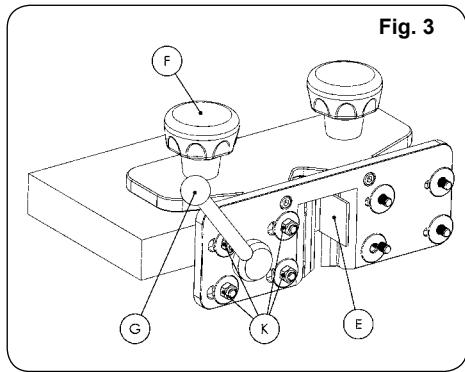
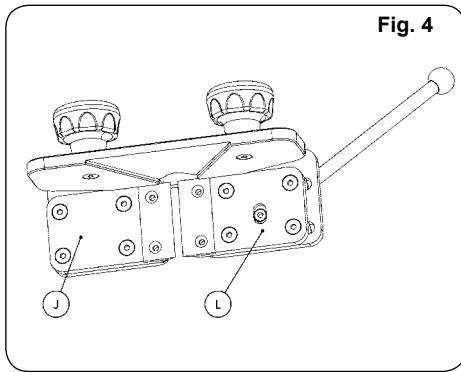

Fig. 3
Fig. 4
Abra las cuchillas accionando la palanca y coloque el retestador sobre el canto del tablero, de modo que la cinta sobrante (E Fig. 3) pase entre las cuchillas. Sujete el retestador con una mano en el pomo correspondiente (F Fig. 3), contra la cara del panel y con la otra accione adelante, de forma suave e uniforme, la palanca (G Fig. 3) para conseguir el corte al ras. Vigile para no dañar el canto durante esta operación.
Para sustituir las cuchillas MD basta con extraer los 4 tornillos (H Fig. 4) que las sujetan.
Coloque las nuevas cuchillas MD en su sitio. Apriete los tornillos (H Fig. 4) que las sujetan. Afloje las tuercas hexagonales M6 (I Fig. 3) del soporte cuchilla fijo (J Fig.
4). No afloje las tuercas hexagonales autoblocantes M6 (K Fig. 3) del soporte cuchilla móvil (L Fig. 4). Accione la palanca (G Fig. 3) hasta el final. Ahora puede acercar el portachuchillas (J Fig. 4) hasta que el filo de ambas cuchillas formen una unión perfecta. Apriete las tuercas hexagonales M6 (I Fig. 3) de nuevo a su posición original. Asegúrese que no quedó espacio entre ambas cuchillas cuando la palanca (G Fig. 3) está accionada.
Open the blades with the hand lever and place the trimmer with the open knives over the edge, so that the excess tape is between the blades (E, Fig. 3). Hold the trimmer on the top of the panel with one hand on the correct knob (F, Fig. 3) and with the other hand press the lever (G, Fig. 3) evenly and slowly forward to cut the edge flush against the work-piece. Be careful when cutting the edges that they don't get damaged.
In order to replace the blades, remove the countersunk screws (4x). (H, Fig. 4) The blades can be resharpen with any grinding service.
Place the HM knives on its position and tighten the countersunk head screws (H, Fig. 4). Loosen both hexagonal screws M6 (I, Fig. 3) from fix blade holder (J, Fig. 4). Do not loose hexagonal screws M6 (K, Fig. 3) on the movable blade holder (L, Fig. 4). Press lever (G, Fig. 3) fully forward. You can now move the blade holder (J, Fig. 4) till both knives will touch perfectly straight. Then close the hexagon bolts M6 (I, Fig. 3) to their position again. Make sure that there is no space between the blades when the lever (G, Fig. 3) is fully forward.
Ouvrez les couteaux en actionnant le levier et placer l'appareil sur le chant du panneau, de sorte que le dépassant du chant (E Fig. 3) passe entre les couteaux. Tenez l'appareil avec une main sur la poignée correspondante (F Fig. 3), contre la face du panneau et avec l'autre actionner, doucement et uniformément, le levier (G Fig. 3) pour obtenir une coupe précise. Faites attention de ne pas abîmer le chant pendant cette procédure.
Pour remplacer les couteaux en carbure il suffit dévisser les 4 vis (H Fig. 4) de fixation.
Placer les nouveaux couteaux carbure en sa place. Serrez les vis (H Fig. 4) de fixation. Desserrez les écrous hexagonaux M6 (I Fig. 3) du support du couteau fixe (J Fig. 4). Ne desserrez pas les écrous hexagonaux autobloquantes M6 (K Fig. 3) du support du couteau mobile (L Fig. 4). Actionner le levier (G Fig. 3) jusqu'au bout. Déplacer le portecouteaux (J Fig. 4) jusqu'à le tranchant des deux couteaux forment une union parfaite. Serrez les écrous hexagonaux M6 (I Fig. 3) à sa position initiale. Faites attention qu'il n'y a pas de place entre les deux couteaux quand le levier (G Fig. 3) est actionné.
Öffnen Sie die Messer mit dem Handhebel und setzen Sie das Kappgerät auf die Plattenkante (E, Abb. 3), so dass sich die Kante zwischen den Messern befindet. Fassen Sie das Kantenkappgerät mit einer Hand am Griff (F, Abb. 3) auf der Oberseite und ziehen es gleichzeitig an die Werkstückkante der Platte. Mit der anderen Hand drücken Sie den Hebel (G, Abb. 3) gleichmäßig und langsam nach vorne. Die Messer schneiden die Kante bündig am Werkstück ab. Achten Sie darauf das Gerät so zu positionieren, dass die Kanten nicht beschädigt werden.
Zum Austausch oder zum Schleifen der Messer werden die 4 Senkschrauben gelöst (H, Abb. 4).
Setzen Sie die HM-Messer wieder ein. Ziehen Sie die Senkschrauben an (H, Abb. 4). Lösen Sie die Sechskantschrauben M6 (I, Abb. 3) von der Messerhalterung (J, Abb. 4). Drücken Sie den Hebel (G, Abb. 3) bis zum Anschlag. Sie können nun die Messerhalterung (J, Abb. 4) genau auf die Messer schieben. Ziehen Sie danach die Sechskantschrauben M6 (I, Abb. 3) wieder an. Vergewissern Sie sich, dass beim Herunterdrücken des Hebels kein Zwischenraum zwischen beiden Messern besteht.
Aprire le lame azionando la leva e posizionare l'intestatore sul bordo del pannello, in modo che il bordo eccedente e (Fig. 3) passa tra i coltelli. Bloccare l'intestatore con una mano appoggiata sul pomolo corrispondente (F Fig. 3) contro la testa del pannello e con l'altra azionare in avanti in modo dolce e uniforme la leva (G Fig. 3) per ottenere un taglio a filo. Fare attenzione a non danneggiare il bordo durante questa operazione.
Per sostituire le lame in MD, basta rimuovere le 4 viti (H Fig. 4) che le fissano.
Montare le nuove lame MD nella loro sede. Svitare le viti (H Fig. 4) che le fissano. Allentare i dadi esagonali da M6 (I Fig. 3) del porta lama fisso (J Fig. 4). Non allentare i dadi esagonali autobloccanti M6 (K Fig 3) del porta lama mobile (L Fig. 4). Azionare la leva (G Fig. 3) fino alla fine. Ora puoi avvicinare il portalamè (J Fig. 4) finché il bordo di entrambi i coltelli formino una perfetta unione. Serrare nuovamente i dadi esagonale M6 (I Fig. 3) nella alla loro posizione originale. Assicurarsi che non ci sia spazio tra le due lame quando la leva (G Fig. 3) viene azionata.
Abra as navalhas utilizando a alavanca e coloque o retestador no canto do painel, de modo a que a orla sobrante (E Fig. 3) passe entre as navalhas. Agarre o retestador com uma mão no punho correspondente (F Fig. 3), contra a face do painel e com a outra pressione de forma suave e uniforme, a alavanca (G Fig. 3) para conseguir o corte perfeito. Tenha o cuidado de não danificar a orla durante essa operação.
Para substituir as navalhas em MD basta extrair os 4 parafusos (H Fig. 4) que as fixam.
Coloque as novas navalhas em MD no seu lugar. Aperte os parafusos (H Fig. 4) que as fixam. Desaperte as porcas hexagonais M6 (I Fig. 3) do suporte da navalha fixa (J Fig. 4). Não desaperte as porcas hexagonais autoblocantes M6 (K Fig. 3) do suporte da navalha móvel (L Fig. 4). pressione a alavanca (G Fig. 3) até ao fim. Agora pode mover o suporte das navalhas (J Fig. 4) até que o fio de ambas as navalhas formem uma união perfeita. Aperte as porcas hexagonais M6 (I Fig. 3) de novo na sua posição original. Certifique-se que não ficou espaço entre ambas as navalhas quando a alavanca (G Fig. 3) está pressionada.